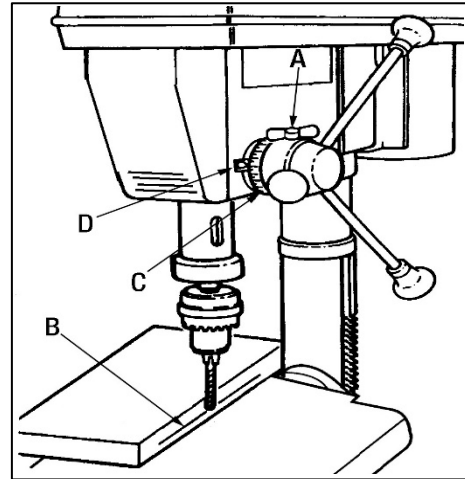

Рисунок 18.
Чтобы просверлить несквозное отверстие на заданную глубину, отметьте глубину отверстия на заготовке. Ослабьте ручку-фиксатор (A) шкалы глубины (рис. 18).